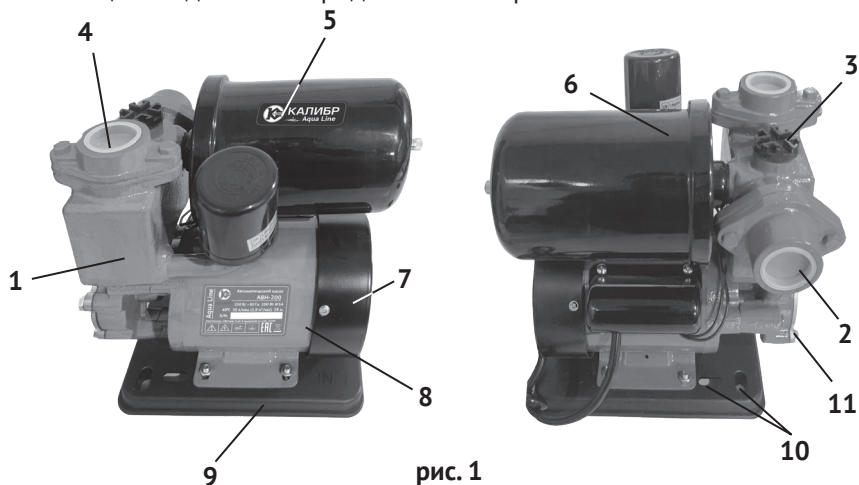

рис. 1
Привод насоса осуществляется однофазным асинхронным двигателем переменного тока (рис.1 поз.8). На якорь двигателя крепится металлическая крыльчатка. Вращающееся с высокой скоростью рабочее колесо (крыльчатка) повышает давление воды в гидроаккумуляторе, реле давления (рис.1 поз.6) отключает насос при достижении заданного давления. Таким образом в гидроаккумуляторе создаётся давление, необходимое для подъёма воды на нужную высоту. При расходе воды, давление в гидроаккумуляторе понижается. При достижении определённого давления, реле давления включает двигатель насоса. Для защиты двигателя от перегрева, в обмотку статора встроено тепловое реле. Реле отключает двигатель при перегреве, оберегая обмотку статора. После срабатывания теплового реле требуется некоторое время для остывания двигателя насоса, после чего он автоматически включится в работу.
2.4 Общий вид насоса представлен на рис.1
2.5 Двигатель (рис.1 поз.8) в металлическом корпусе и насосная часть в чугунном корпусе (рис.1 поз.1) скреплены в единый агрегат. Сверху, над корпусом двигателя, расположен гидроаккумулятор (рис.1 поз.5) с реле давления (рис.1 поз.6). Насос приводится в действие асинхронным двигателем переменного тока. Подключение насоса к сети осуществляется кабелем питания со штепсельной вилкой с заземляющим контактом. Насосная часть имеет два отверстия (\varnothing внутр. = G1) для присоединения входной (рис.1 поз.2) и выходной (рис.1 поз.4) трубы (шланга).
Сверху расположена заливная горловина с пробкой (рис.1 поз.3).
Установить насос на ровной твёрдой поверхности. Для уменьшения вибрации рекомендуется закрепить основание (рис.1 поз.9), используя монтажных отверстия (рис.1 поз.10). Насос лучше всего расположить как можно ближе к источнику (скважине, колодцу) подачи воды.
Труба (шланг) всасывающей магистрали присоединяется к входному резьбовому (G1) отверстию (рис.1 поз.2). При монтаже её горизонтального участка необходимо обеспечить непрерывный угол подъёма от источника водозабора до насоса (не менее 1° к горизонту). Обратные углы не допускаются (во избежание образования воздушных пробок) (рис.3).
- вкрутить (сняв заглушки) во входное (рис.1 поз.2) и выходное (рис.1 поз.4) отверстия штуцера для присоединения шлангов всасывающей и напорной линий;
- аналогично установить на выходное отверстие (рис.1 поз.4) штуцер и шланг отводящий воду и закрепить его хомутом.
- открыть пробку заливной горловины (рис.1 поз.3);
6.2 Ежемесячно проверяйте давление воздуха в гидроаккумуляторе (автомобильным манометром через ниппель). Для этого отключите насос и слейте воду из напорной магистрали, используя отверстие (рис.1 поз.11).